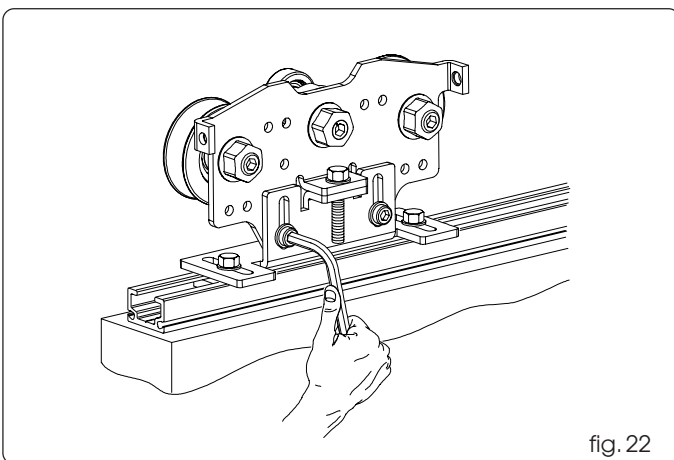

fig. 22
- Afloje ligeramente los dos tornillos de cabeza cilíndrica fig. 22.